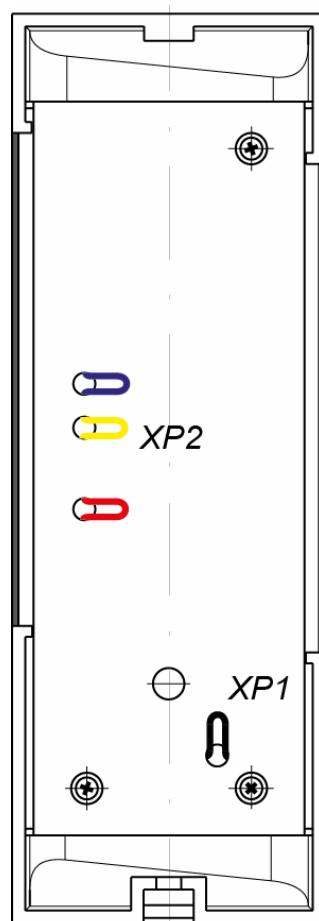

Рисунок 4. Расположение трех перемычек «номер считывателя» (XP2) и перемычки «отключение концевого резистора» (XP1)
Кроме того, на тыльной стороне считывателя расположены четыре перемычки проводом (см. рис. 4):
4. При помощи трех перемычек **XP2** (см. рис. 4) установите номер считывателя, для чего в соответствии с табл. 1 необходимые перемычки перекусите кусачками. Разрезанные перемычки не должны контактировать с другими перемычками и с металлическим основанием.
5. С целью предотвращения искажений сигнала на концах линии связи *RS-485* должны быть установлены концевые резисторы. В считывателе **PERCo-IR03.1** такой резистор предусмотрен конструктивно. Если устанавливаемый считыватель не является конечным устройством на линии связи, то на нем необходимо отключить концевой резистор, для чего перекусите перемычку **XP1** (см. рис. 4). Проверьте наличие концевых резисторов на реальных концах линии связи интерфейса *RS-485*.